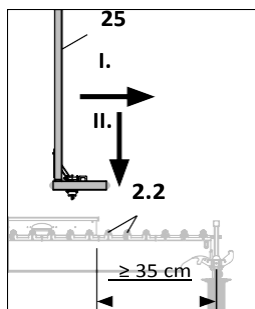

Fig. A8.04a
Необходимо е да има свободна дължина на надлъжния трегер от поне 35 cm, за да може да се монтира парапетната поставка SD. (Fig. A8.04a)
Преместете модула SD (25) първо в посока на ръба на сградата (I.) и след това надолу (II.). (Fig. A8.04a)